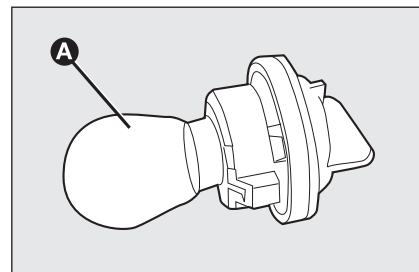

fig. 25
- ☐ saque la lámpara **A-fig. 25** y cámbiela;